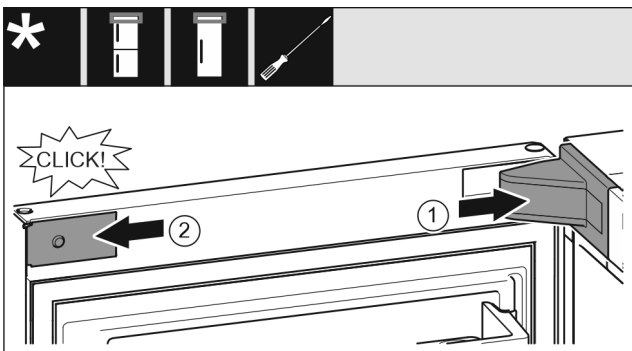

Fig. 20
- ▶ Nasadte kryt ložiskovej konzoly a zaistite, príp. opatrne roztlačte. Fig. 20 (1)
- ▶ Zboku nasadte a zaistite kryt. Fig. 20 (2)